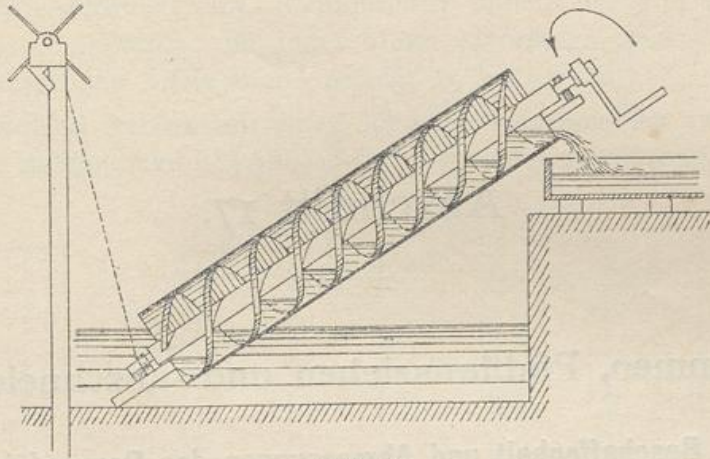

Abb. 178.
4. Die Wasserschnecke (Abb. 178). Sie besteht aus einem Zylinder (Trommel), in welchem sich eine feste Achse oder Spindel befindet. Um die Spindel, an diese und an die Trommel anschließend,